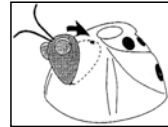

Abb. 2
2. **Installation des Kopfstücks** – Die untere Befestigungslasche in die dafür am Reinigergehäuse vorgesehene Öffnung einführen. Dann das Oberteil des Kopfstücks drehen und an den Nocken mit der oberen Öffnung am Gehäuse ausrichten. Stark drücken, bis das Kopfstück einwandfrei in seiner endgültigen Stellung einschnappt (Siehe Abb. 2).